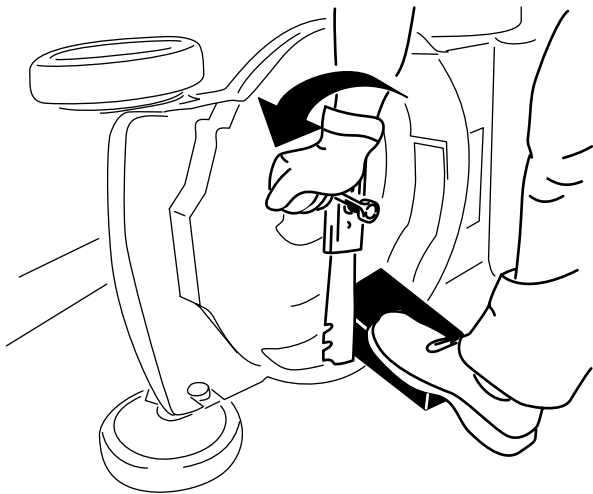

Bild 27
3. Stabilisieren Sie das Messer mit einem Holzblock (Bild 27).
4. Nehmen Sie das Messer ab und bewahren Sie alle Befestigungsschrauben auf (Bild 27).